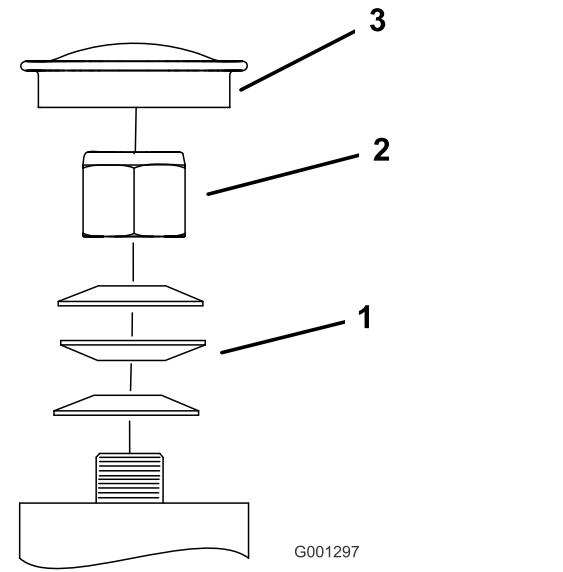

Figure 71
3. Retirez le capuchon antipoussière de la roue pivotante et serrez le contre-écrou (Figure 71).
4. Continuez de le serrer jusqu'à ce que les rondelles élastiques soient aplatis, puis desserrez-le de 1/4 de tour pour obtenir la précharge correcte des roulements (Figure 71).
5. Remettez le capuchon antipoussière en place (Figure 71).